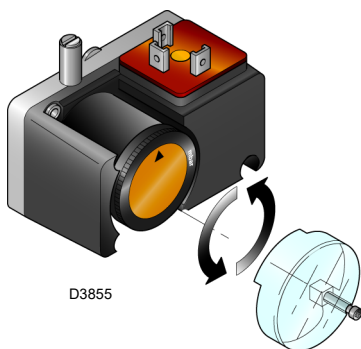

Fig. 24
- Regular el presostato gas de mínima al inicio de la escala (Fig. 24).